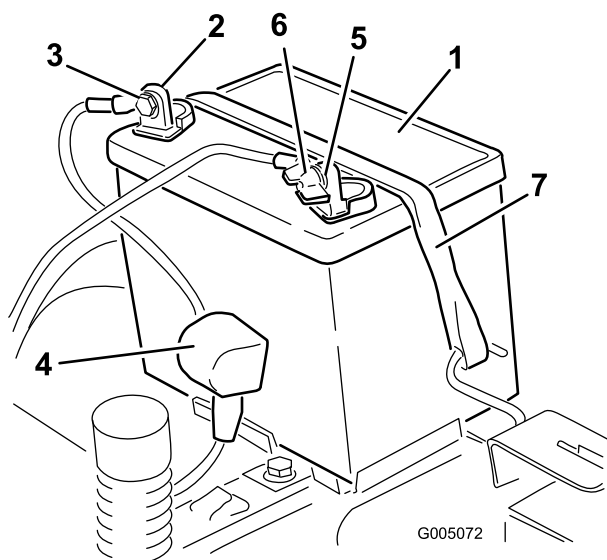

Figure 36
4. Débranchez le câble négatif (noir) de mise à la masse de la borne de la batterie (Figure 36). Conservez toutes les fixations.
5. Repoussez le capuchon en caoutchouc sur le câble positif (rouge). Débranchez le câble positif (rouge) de la borne de la batterie (Figure 36). Conservez toutes les fixations.
6. Enlevez la sangle de maintien de la batterie (Figure 36) et ôtez la batterie de son support.
1. Placez la batterie dans son support (Figure 36).
5. Fixez la batterie en place à l'aide de la sangle de maintien (Figure 36).